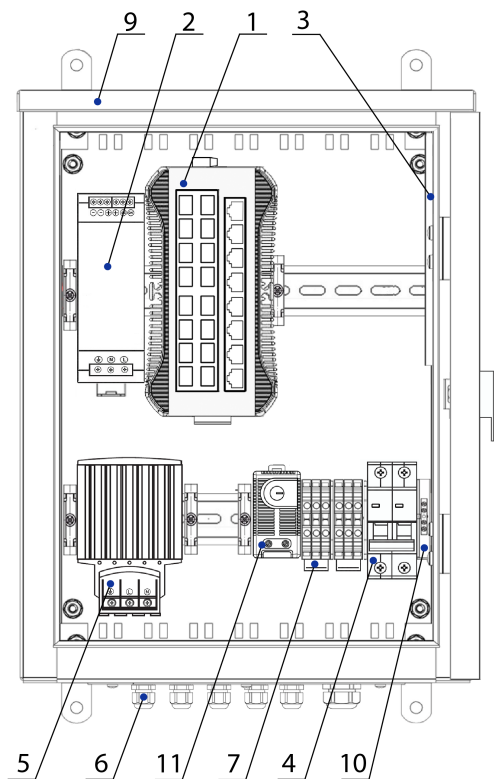

Рис.1
## СОСТАВ ИЗДЕЛИЯ (СМ. РИС.1)
1.Заземлить изделие при помощи зажима наборного 10 (рис.1).
5.Подключить кабель питания к входу автомата питания 4 (рис.1).